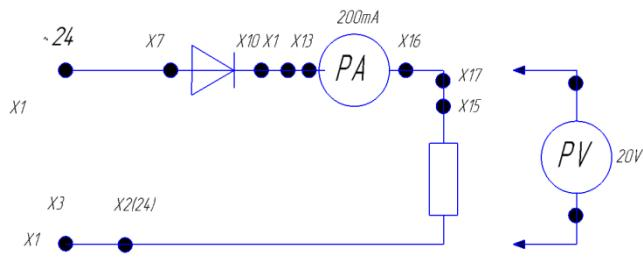

Рис.1
2.1. Исследование однополупериодного выпрямителя с нагрузкой R2 (без подсоединения к клеммам вторичной обмотки трансформатора) и измерительными приборами согласно рис.1.